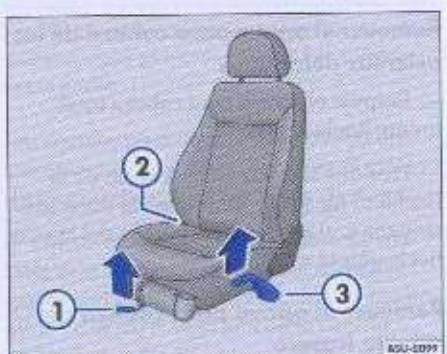

Fig. 79 Elementos para la regulación del asiento delantero lado conductor
① Regulación longitudinal
- Levante la palanca → fig. 79 ① y haga deslizar el asiento hacia adelante o hacia atrás.
- Suelte la palanca ① y siga desplazando ligeramente el asiento, hasta observar su trabado → △.